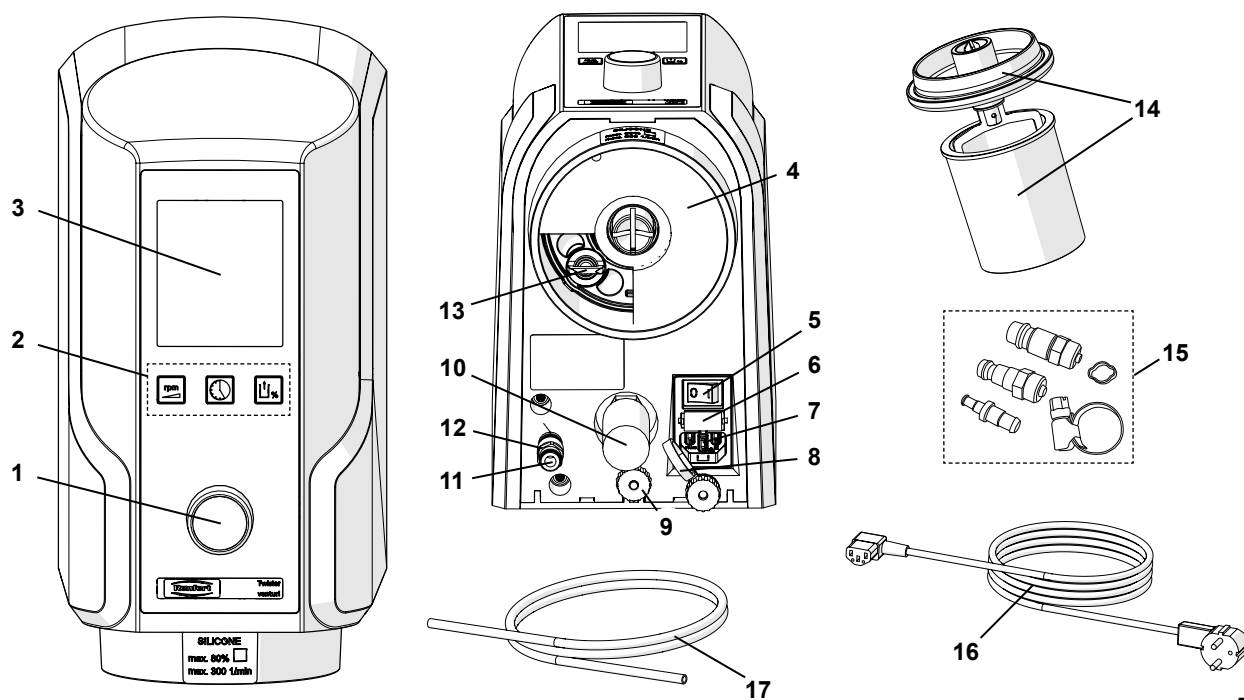

Fig. 1
- ⇒ Sæt trykluftslangen (17) i slangetilslutningen på tryklufttilslutningen (11) indtil anslag. I den forbindelse skal man kunne mærke en let modstand.
- ⇒ Vælg den passende slangekobling i det vedlagte sæt (15, fig. 1) til tilslutningen til trykluftnettet, og sæt den på slangenden.